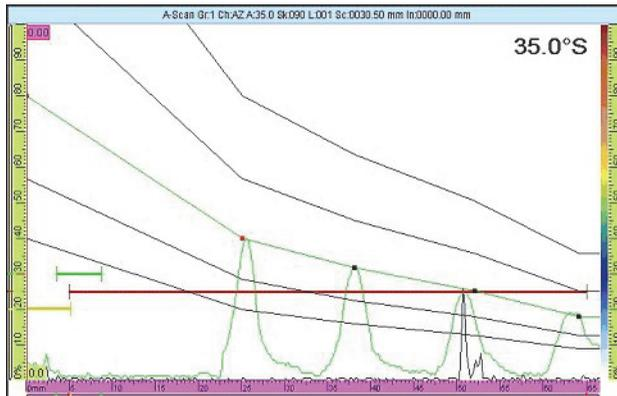

Abbildung 6-8 Überprüfen der DAC-Kurve
3. Führen Sie den Sensor über alle Reflektoren und stellen Sie sicher, dass sie alle auf der DAC-Kurve liegen (siehe Abbildung 6-8 auf Seite 186).